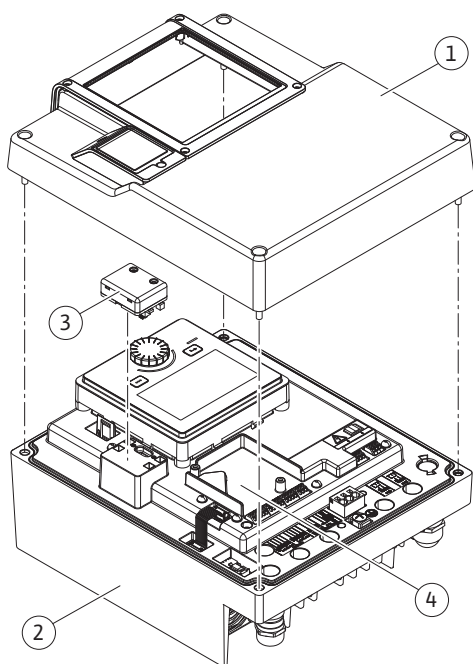
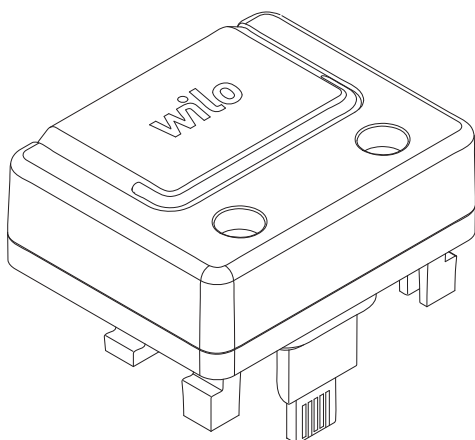

Fig. 25: Elektronikos modulis
Fig. 26: Wilo-Smart Connect BT modulis
„Bluetooth“ sąsaja (Fig. 25, poz. 3) Wilo-Smart Connect BT moduliu (Fig. 26) naudojama prijungti mobiliems įrenginiams arba planšetiniams kompiuteriams. Naudojant Wilo-Smart Connect programėlę, siurbį galima valdyti, reguliuoti ir nuskaityti jo duomenis. Norėdami rasti nustatymus. žr. skyrių „Eksploatacijos pradžia“.
3. Įdėkite Wilo-Smart Connect BT modulį į norimą sąsają. Žr. Fig. 25, poz. 3.
CIF moduliai (priedai) naudojami ryšiu palaikyti tarp siurblių ir pastato valdymo sistemos. CIF moduliai yra jungiami į elektronikos modulį (Fig. 25, poz. 4)